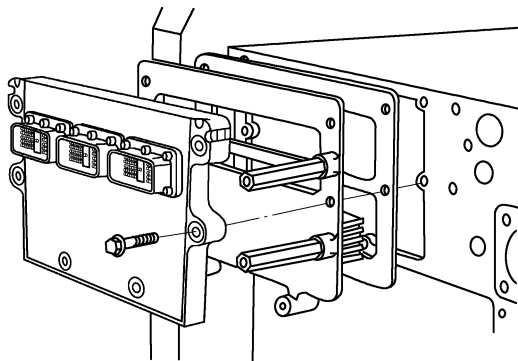

图 5-164 安装新的 ECM, 拧紧螺栓
② 确保在 ECM 与发动机缸体之间没有润滑脂和污垢, 将新的 ECM 安装到冷却板上, 拧紧螺栓(拧紧力矩为 $20\text{N} \cdot \text{m}$), 如图 5-164 所示。